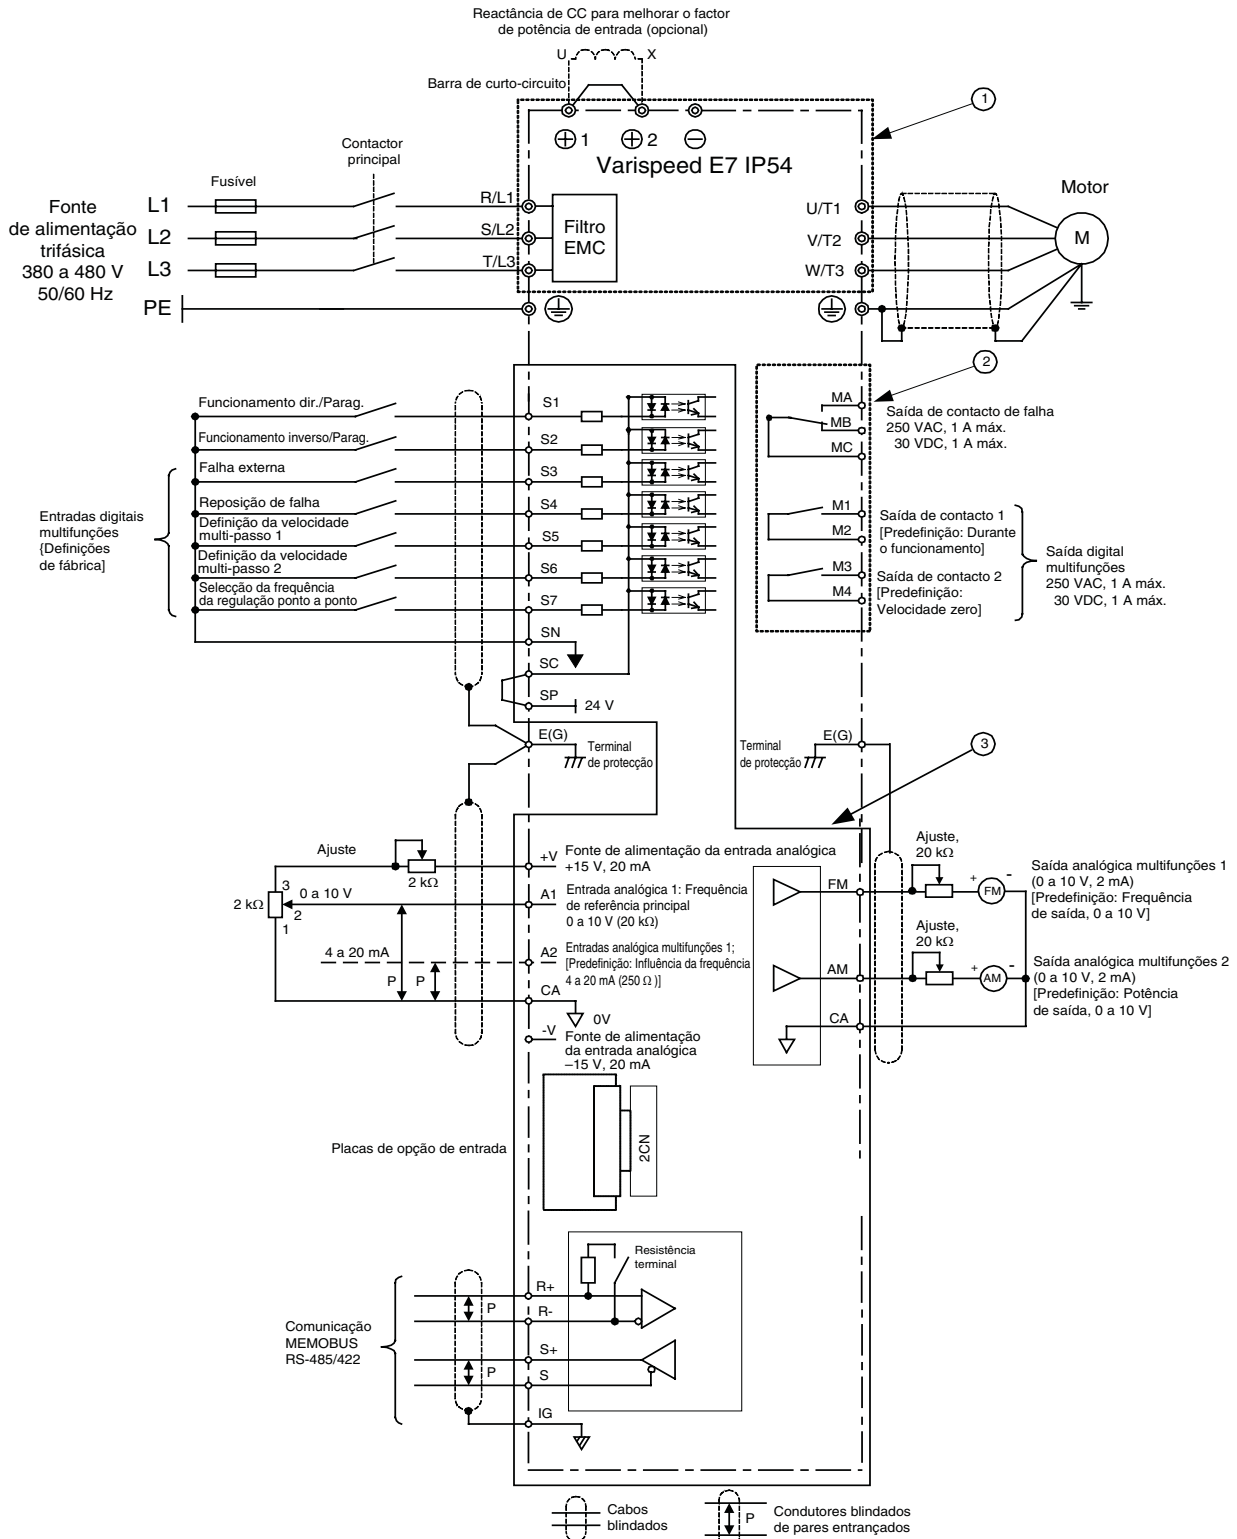

Fig 2 Diagrama de ligações
1. Na Fig 2, a ligação das entradas digitais S1 a S7 é mostrada para a ligação dos contactos ou transistores NPN (comum de 0 V e modo NPN). Esta é a configuração predefinida. Para ligação dos transistores PNP ou para utilizar uma fonte de alimentação externa de 24 V consulte a Tabela 3.